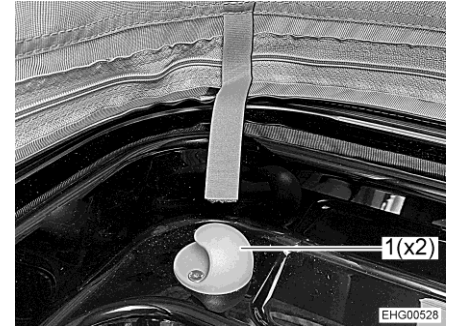

Fig. 58 Fixation
- Accrocher le filet de sécurité aux deux fixations (Fig. 58,1).